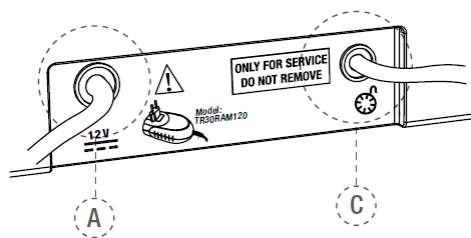

Рис. 2 Задня панель пристрою управління
b. Вставити штекер зарядного пристрою акумулятора в з'єднувальне гніздо (А - див. рис. 2) на задній панелі пристрою (подробіці див. в розділі 7.3.3).
d. Вставити кабель ножиної педалі в гніздо на задній панелі пристрою (С - див. рис. 2).
Помаранчевий миготливий: зарядний пристрій акумулятора належним чином приєднано до гнізда А (див. рис. 2) на задній панелі приладу, і акумулятор заряджається. У разі якщо прилад виключається, а зарядний пристрій акумулятора підключено, прилад знову розпочне роботу і на дисплеї з'явиться наступне повідомлення: